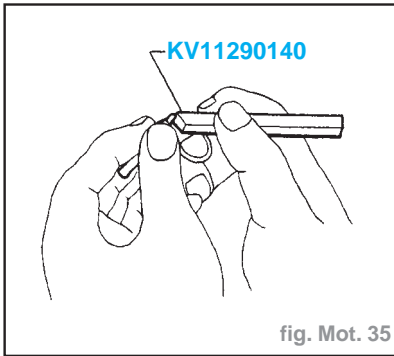

fig. Mot. 35
- Décalaminer l'extrémité du pointeau à l'aide de l'outil spécial (fig. Mot. 35).